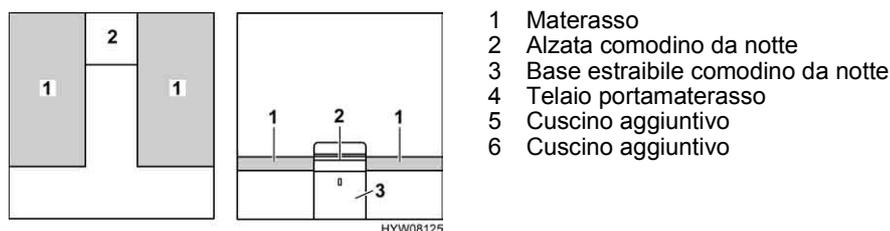

Fig. 86 Prima della trasformazione
- Rimuovere l'alzata del comodino da notte (Fig. 86,2) e metterla da parte.